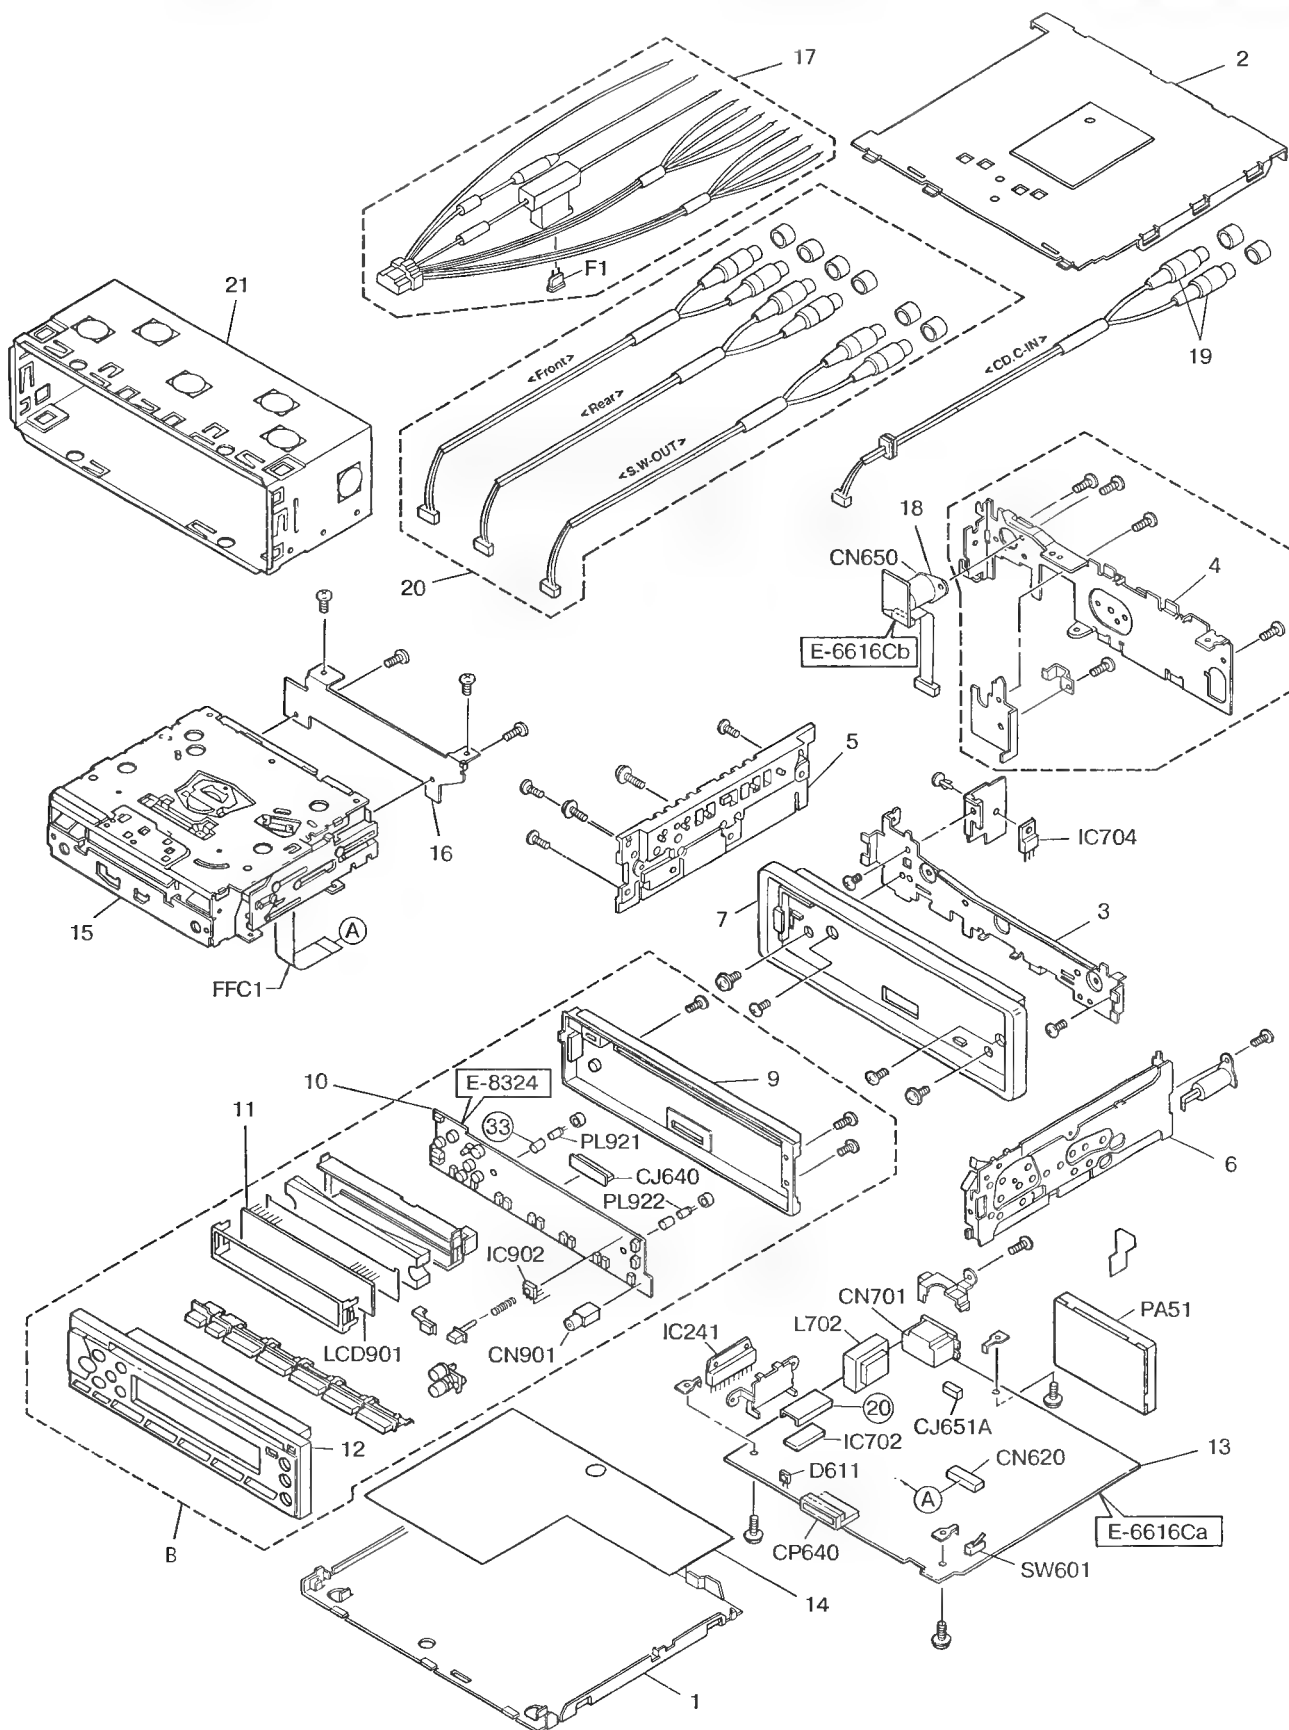

Рис. 4.17. Схема разборки и сборки автомобильных проигрывателей компакт-дисков PANASONIC CQ-DP875/835EW
Схема разборки и сборки автомобильных проигрывателей компакт-дисков PANASONIC CQ-DP875/835EW приведена на рис. 4.17.
Основная плата MAIN (13) расположена в нижней части корпуса, закреплена винтами и отделена от нижней крышки (1) изолирующей прокладкой (14). Над платой MAIN размещается блок проигрывателя компакт-дисков (15) в сборе с платой CD SERVO (на рис. 4.17 плата не показана). Для крепления блока используется металлический кронштейн (16).